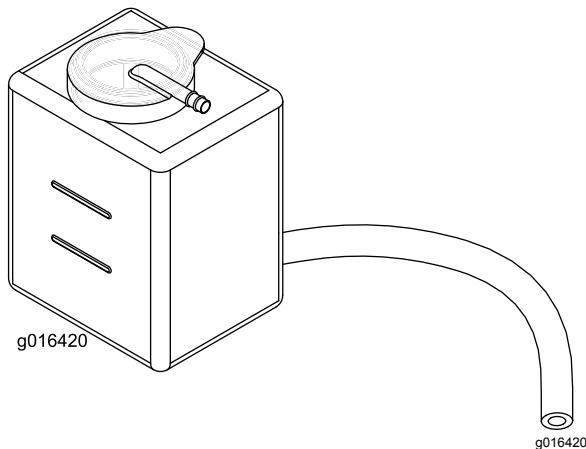

Figura 43
2. Controllate il livello del refrigerante (Figura 43).